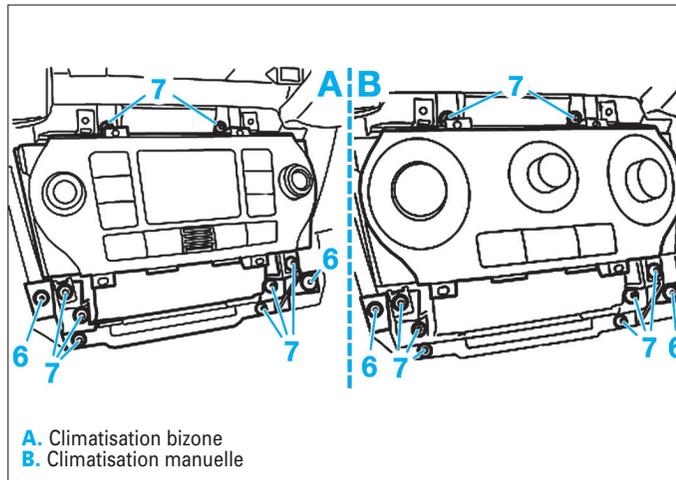

Fig. 26
- A l'aide d'une perceuse, extraire les rivets (6).
- Déposer les vis (7) (Fig.26).